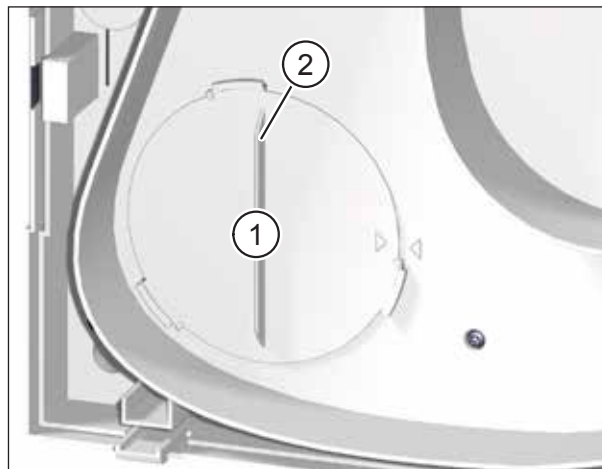

Abb. 14: Außenluftfilter entfernen
- ▶ Drehen Sie den Filterdeckel (Pos. 1 in Abb. 14) an der Griffleiste (Pos. 2 in Abb. 14) gegen den Uhrzeigersinn, bis sich der Filterdeckel aus den Halterungen gelöst hat.
- ▶ Kontrollieren Sie die Position des Filterdeckels. Die Griffleiste muss senkrecht stehen und der Pfeil auf dem Filterdeckel muss mit dem Pfeil der Arretierposition fluchten (siehe Abb. 14 auf Seite 28).